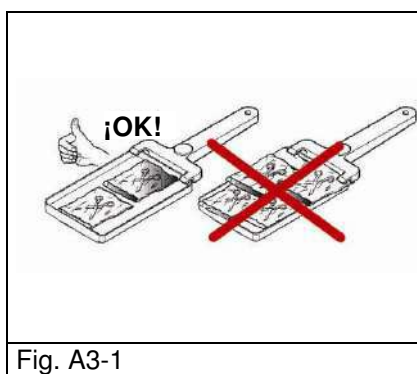

Fig. A3-1
- Si se esterilizan instrumentos embolsados, no se deben superponer las bolsas sobre las bandejas (Fig. A3-1).